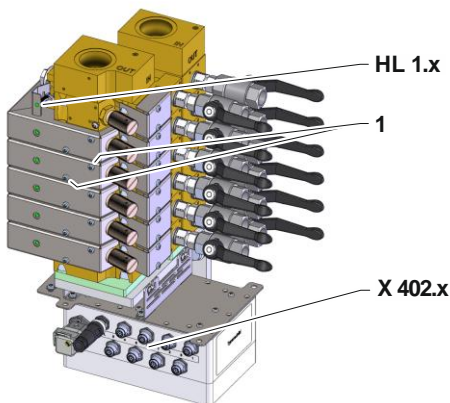

Fig. 1 Flow-5, mode autonome
- Débrancher le câble de la prise (X 402.x → Fig. 1) de l'unité d'analyse.
- Démonter les vis (marquage 1 → Fig. 1) et enlever le couvercle.
- Démonter l'ampoule électrique (→ Fig. 1).
- Fermer la prise du câble 8 pôles et la brancher à la prise murale (X 402.x → Fig. 1).
- Installer une nouvelle ampoule électrique (HL 1.x → Fig. 1).
- Poser la protection et la fixer par des vis (marquage 1 → Fig. 1).